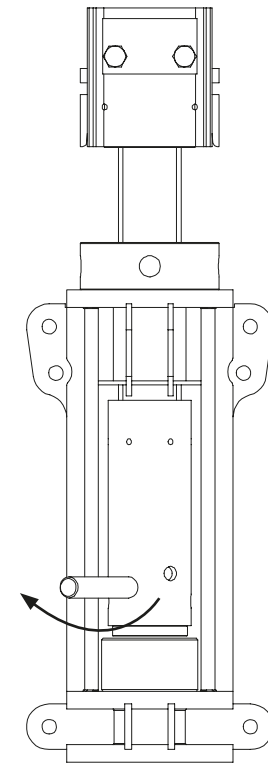

Fig. D1.06
3. Ruotare il manicotto del mandrino (28.3) con l'albero di montaggio VST (29) in senso orario fino a quando il cilindro idraulico (43.4) si appoggia ad esso. (Fig. D1.06)